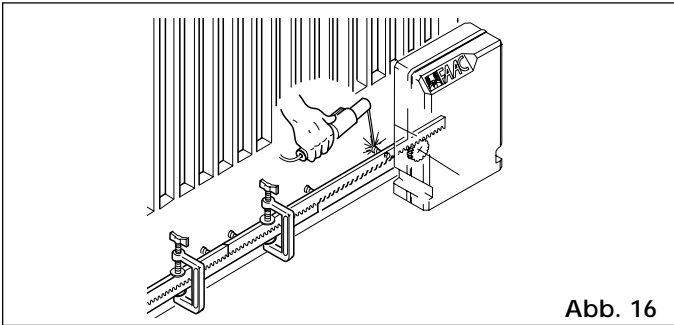

Abb. 16
- 5) Ein weiteres Zahnstangenelement an das vorhergehende Element ansetzen, wobei ein Zahnstangenabschnitt gem. Abb. 16 für die richtige Verzahnungsfolge der beiden Elemente zu verwenden ist.
- 4) Ein weiteres Zahnstangenelement an das vorhergehende Element ansetzen, wobei ein Zahnstangenabschnitt gem. Abb. 16 für die richtige Verzahnungsfolge der beiden Elemente zu verwenden ist.